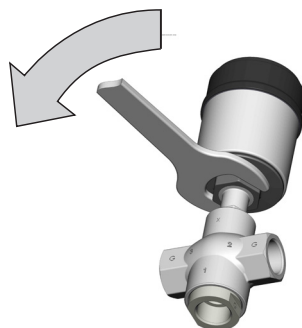

Fig. 5 : Tourner l'actionneur
► Tournez l'actionneur **uniquement** dans le sens prescrit (voir « Fig. 5 »).